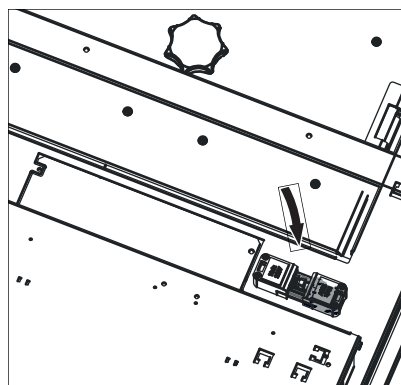

Fig. 47 Staccare la spina di rete dell'apparecchio
► Togliere assolutamente tensione alla caldaia (ad es. staccando la spina di rete) prima di effettuare qualsiasi lavoro di pulizia o riparazione – Fig. 47.
- Togliere assolutamente tensione alla caldaia (ad es. staccando la spina di rete) prima di effettuare qualsiasi lavoro di pulizia o riparazione – Fig. 47.
- Inserire la spina di rete dell'apparecchio – Fig. 47